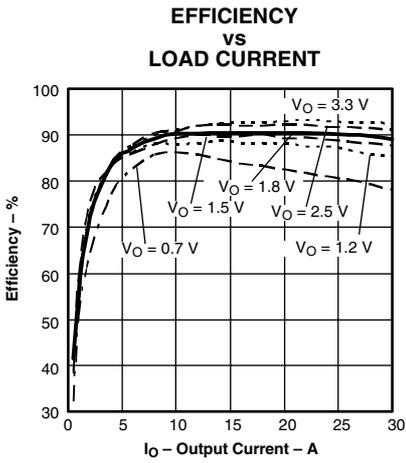
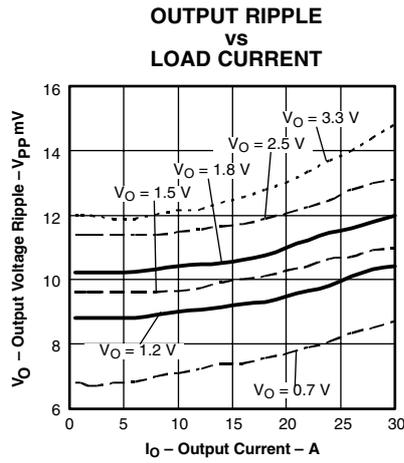
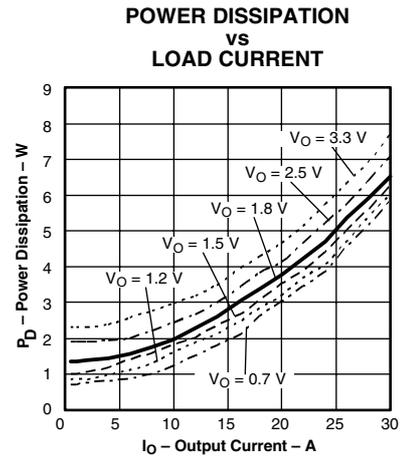

図1.
図2.
図3.
- (1) この電気的特性データは、実際の製品を25°Cでテストして得られたものです。このデータは、コンバータの代表的なデータと考えられます。図1、図2、図3に該当します。
- (2) 温度ディレーティング曲線は、内部コンポーネントの温度がメーカーの指定した最高動作温度以下になる条件を表します。ディレーティング制限は、2オンス(56.69グラム)の銅を使用した、100mm×100mmの両面PCBに直接半田付けされたモジュールに対して適用されています。